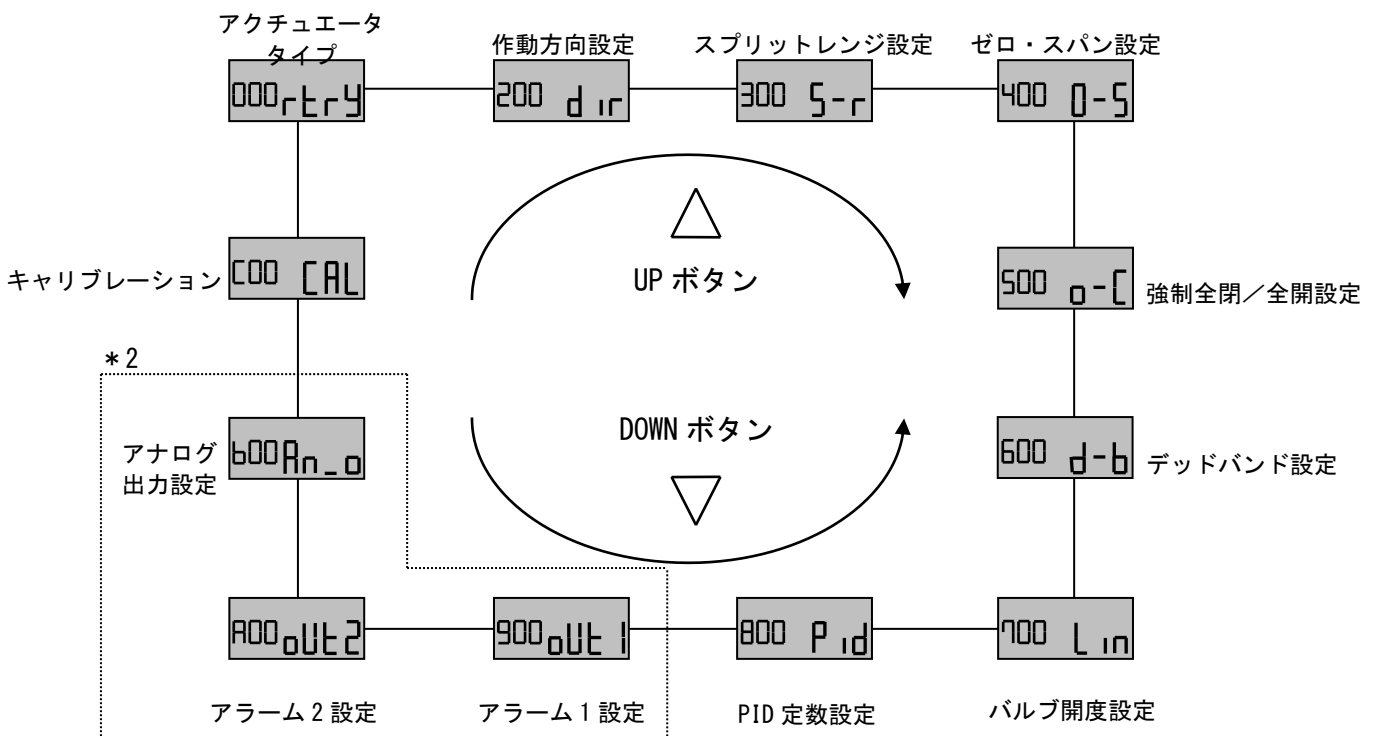

図 23
- (1) 最初に入力電流を投入する場合は、パラメータモードのみ選択可能です。「■初期調整」に従い、キャリブレーションを行ってください。
- (2) (1) を実行後、次回からの入力電流投入時はオートモードからの使用となります。
- (3) パラメータコードを図 23 に示します。標準（オプション無）では 8 個の設定項目があります。また、オプション出力付では 11 の設定機能があります。パラメータモードにて、ダウンボタンまたはアップボタン（ ∇ or Δ ）をパラメータ順にスクロールします。
- (4) パラメータはパラメータコードが点滅しながら停止し、セットボタン（ $\odot + \Delta$ ）を同時に 1 秒以上押すことで内容の変更ができます。数値の変更は、ダウンボタンまたはアップボタン（ ∇ or Δ ）を押すことで変更できます。数値を決定後、モードボタン（ \odot ）を 1 秒以上押すことで、パラメータコードが点滅している状態に戻ります*1。
- (5) セットボタン（ $\odot + \Delta$ ）を 1 秒以上押すことでパラメータの下の階層に入ることができ、モードボタン（ \odot ）を 1 秒以上押すことで元に戻るサブメニューがあります。
- (6) パラメータコードの詳細内容については、次項「■パラメータコード詳細内容」を参照ください。
*2：基本型（IP8101-0※0）及び HART 通信機能付（IP8101-0※3）については、図 23 の破線で囲ったパラメータは表示されませんのでご注意ください。